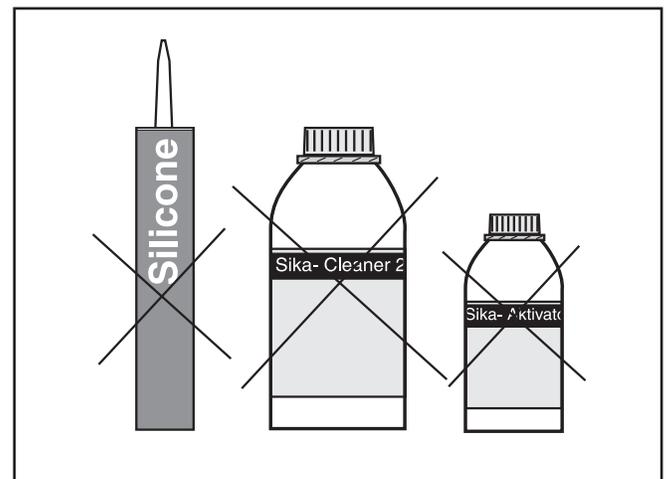

Figure 29 - Produits interdits sur un joint de colle, de scellant ou sur une couche d'apprêt
A. Éviter que les colles, apprêts et scellants entrent en contact avec les alcools et les silicones. Voir Figure 29.